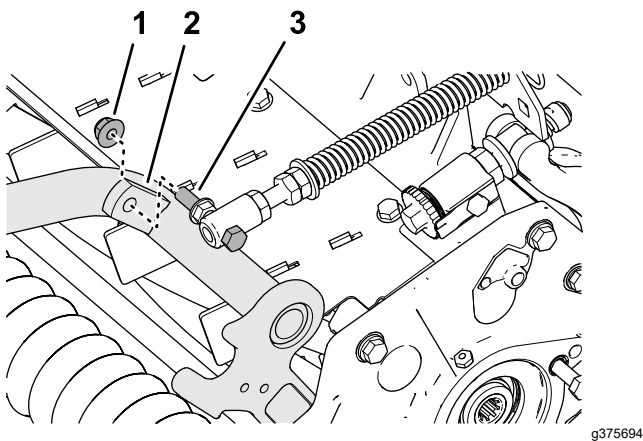

Figura 10
- 4. Monte el tornillo del muelle de compensación del césped en la pestaña derecha del bastidor de tiro (Figura 10) con la contratuerca con arandela prensada ($\frac{3}{8}$ ").